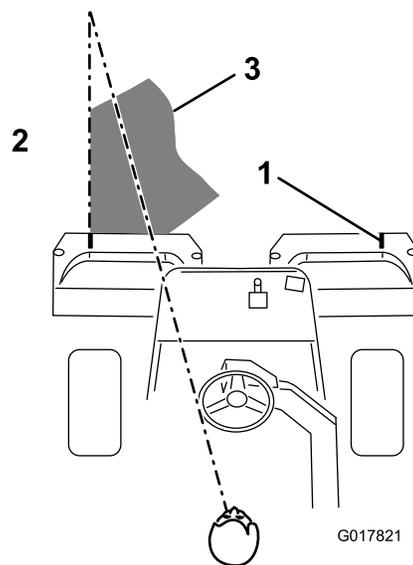

图41
3. 掉头回来的下一道，请与前一道保持最小的交叠量。为了保持以直线方式穿过果岭，并使得机器与此前剪草的边缘保持等距，请在机器前到果岭未剪部分的边缘虚构一条长约 1829~3048mm 的视线（图41）。有人发现，将方向盘的外缘看作视线的一部分非常有用；即让方向盘边缘对准与机器前面始终保持等距的某个点（图41）。